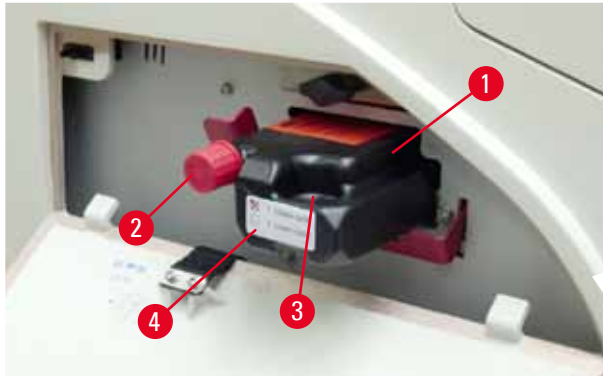

Fig. 54
3. Fjern beskyttelsesfolien og sett patronen inn til den er halvveis inn i patronspalten (→ "Fig. 54").